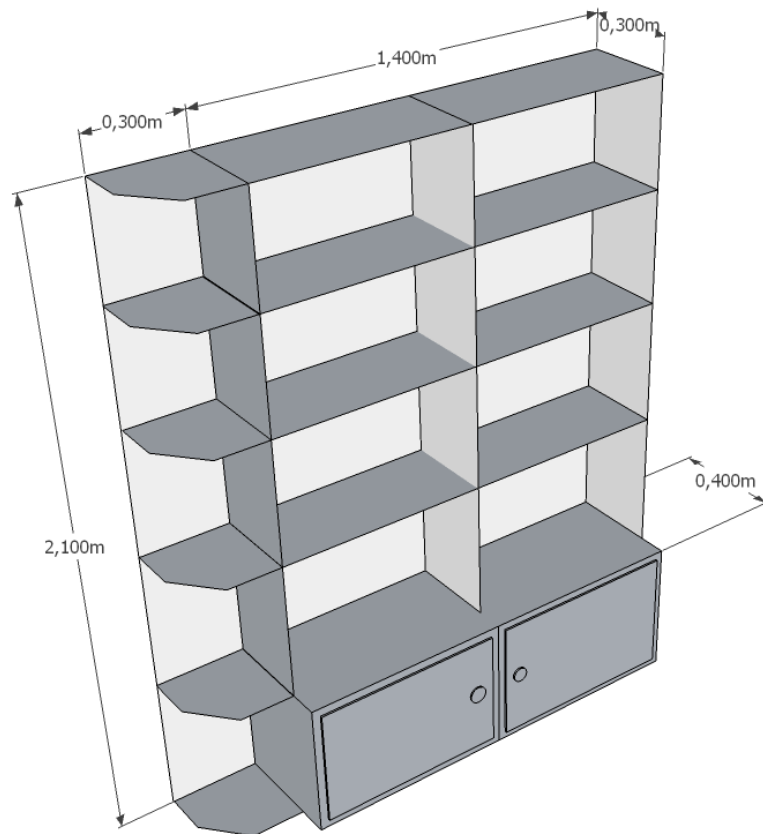

Rys. 2 Regał 1
| 2. Regał 1 Kolor płyty uzgodnić z użytkownikiem | rys.2 | szt.1 |
2. Regał 1 (rys. 1), 2 (rys. 2) i 3 (rys. 3)